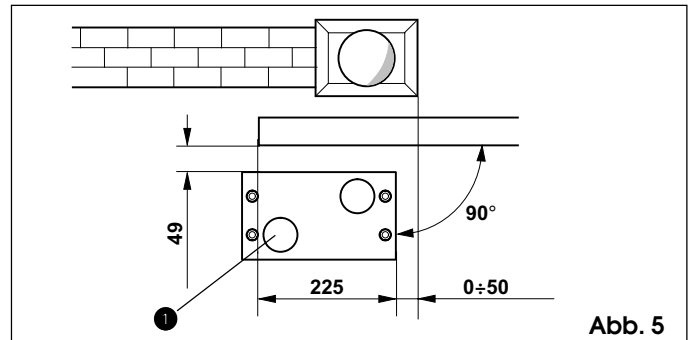
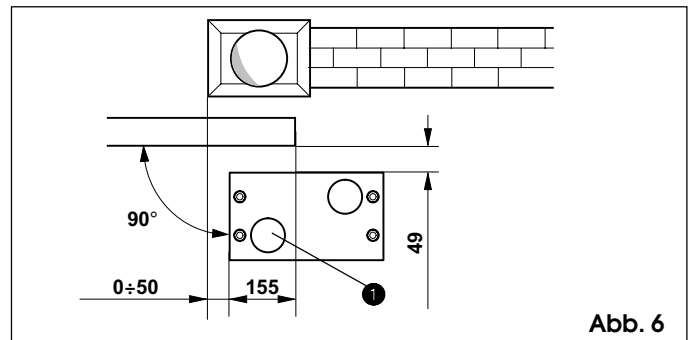

Abb. 5
Abb. 6
- 2) Die Grundplatte muß gemäß Abb.5 (Schließung rechts) oder Abb.6 (Schließung links) positioniert werden, um ein korrektes Ineinandergreifen zwischen dem Ritzel und der Zahnstange zu gewährleisten.